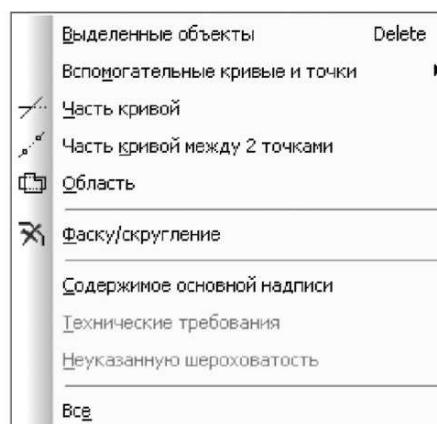

Рисунок 3.15 Спливаюче меню пункту **Видалити** меню, що випадає, пункту Редактор головного меню
– клацніть у головному меню по пункті **Редактор**, а потім у меню, що випадає, по пункті **Удалить**. З'явиться спливаюче меню (рис. 3.15);